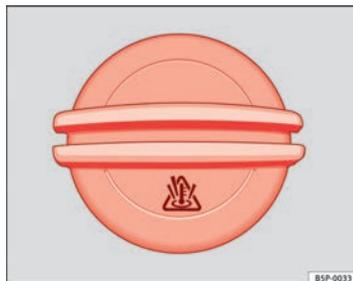

Fig. 174 En el vano motor: Tapón del depósito de expansión del líquido refrigerante.
- El depósito de expansión del líquido refrigerante se reconoce por el símbolo ⚠ del tapón ⇒ fig. 174.